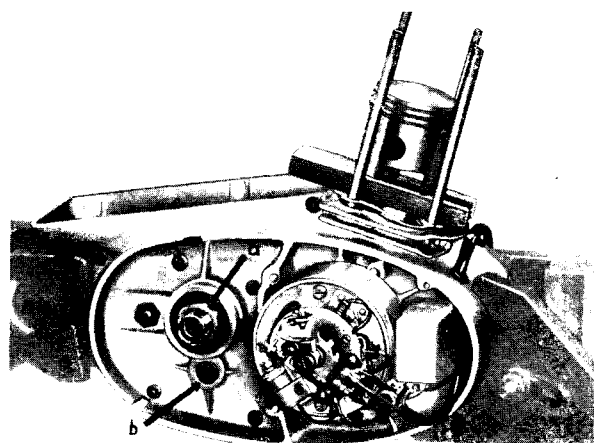

Bild 8
7. **Zylinderkopfschrauben** lösen, Zylinderkopf mit Dichtung abnehmen, Zylinder mit Fußdichtung demonstrieren, **Kolbenabstützgabel** aus Holz, **Teile-Nr. 4601-71001-00.1**, unterschieben (Bild 8).